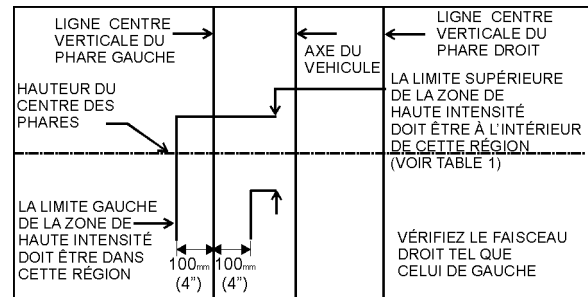

FIGURE 106 : LIMITES D'INSPECTION D'ORIENTATION DES FEUX DE CROISEMENT
7. Les limites d'inspection en verticale pour les feux de croisement ou les feux de croisement d'un projecteur à double faisceau sont tels que décrits dans le tableau 1. Dans le sens horizontal, le bord gauche de la zone longue portée doit être situé de 10 cm (4 po) à gauche à 10 cm (4 po) à droite de l'axe vertical du faisceau. L'écran de réglage doit être situé 7,6 m (25 pi) devant le véhicule (Figure 106).